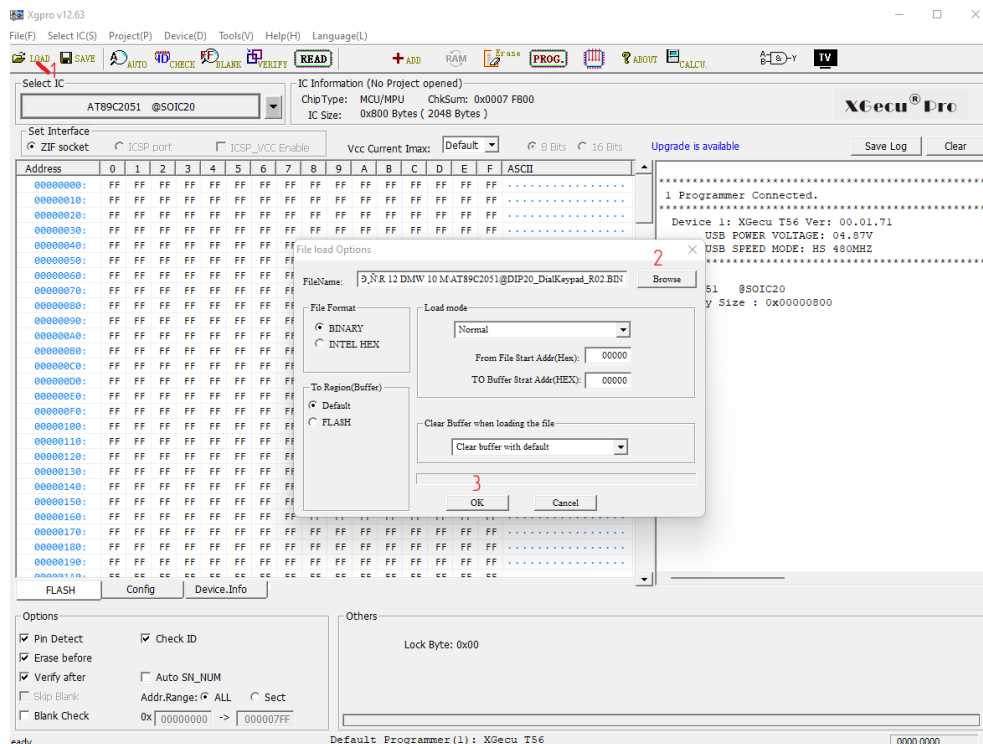

Рисунок 6 – Выбор файла прошивки микросхемы в программе Xgpro
3.3 Далее выберите файл прошивки микросхемы (рисунок 6):